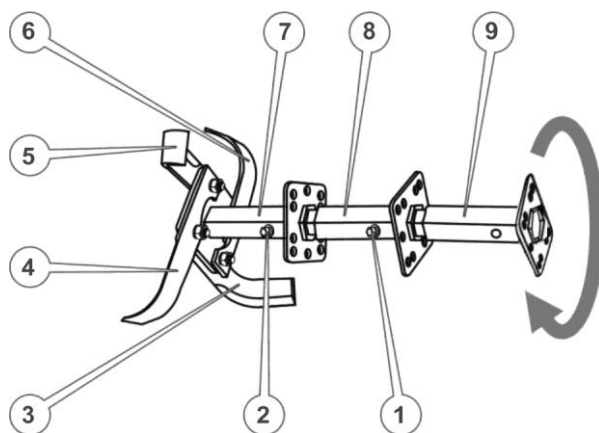

Рисунок 4.4. Ґрунтофреза
1. Вставити додаткову ступицю ротора в шестигранний отвір основної ступиці та зафіксувати, щоб уникнути можливого осьового зсуву, пальцем із шплінтом (див. Рисунок 4.4.).
3. Прикласти підготовлені ножі до кріпильного квадрата ступиці уздовж двох суміжних сторін цього квадрата таким чином, щоб квадрат опинився всередині загинів ножів, загострені частини ножів були направлені в напрямку обертання (як зазначено стрілкою на Рисунок 4.4.), кріпильні отвори ножів збіглися з отворами квадрата, при цьому кінцевий отвір одного ножа збігся із серединним отвором іншого ножа. Утримуючи ножі в такому положенні, вставити в отвір кріпильний палець та зафіксувати шплінтом.